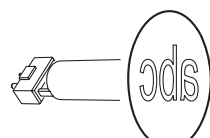
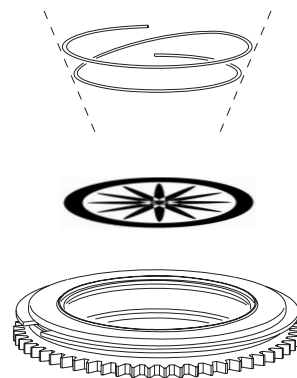

Figure 13. Orientation correcte des gobos
Figure 16: Porte gobo rotatif
La plupart des gobos doivent être installés dans un sens précis pour éviter les dommages dus à la chaleur. Les sens d'installation donnés en Figure 13 sont corrects dans la plupart des cas mais consultez votre fabricant ou votre revendeur Martin si vous avez le moindre doute sur le sens à donner à un type de gobo spécifique.
Les gobos sont maintenus dans les porte gobos par un ressort (voir Figure 16). Notez que le ressort ne convient qu'à des gobos de 3 mm d'épaisseur maximum. Les gobos plus épais peuvent être collés dans le support avec une colle UV ou la Loctite 330 Multibond avec Activateur.
4. Insérez le nouveau gobo dans le support, la face devant pointer la lampe vers le ressort (voir Figure 13 et Figure 16).
5. Insérez le ressort avec l'extrémité la plus fermée contre le gobo, comme indiqué en Figure 16. Pour identifier l'extrémité la plus fermée, aplatissez le ressort : cette extrémité est à l'intérieur. Poussez l'autre extrémité du ressort sous la lèvre du porte gobo.